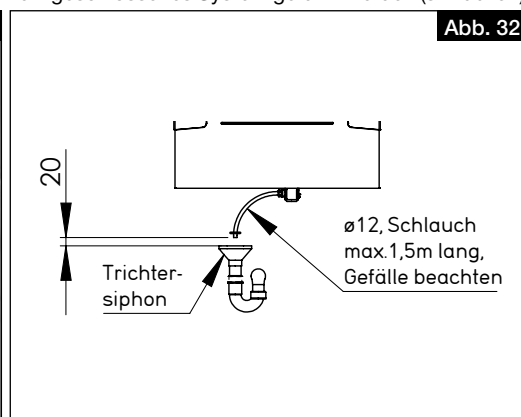

Abb. 32
> Der Kondensatschlauch muss 20 mm über dem offenen Abfluss bzw. möglichen Wasserstand enden (s. Abb. 32).
> Der vom Kugelsiphon abgehende Kondensatschlauch muss mit einem Gefälle nach unten, frei abtropfend in einen Trichtersiphon abgeleitet werden und darf nicht in ein geschlossenes System geführt werden (s. Abb. 32).
- > Der Kondensatschlauch muss 20 mm über dem offenen Abfluss bzw. möglichen Wasserstand enden (s. Abb. 32).